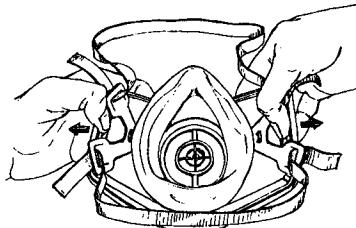

FIGURA 4
1. Remueve el filtro usado del respirador, despegando la cubierta del filtro del portafiltro. El lado izquierdo y el derecho de la cubierta del filtro cuentan con lengüetas para retener el portafiltro. El respirador se puede desmontar palanqueando suavemente las lengüetas de retención hacia afuera, desde el borde del portafiltro. (Vea la Figura 4.)